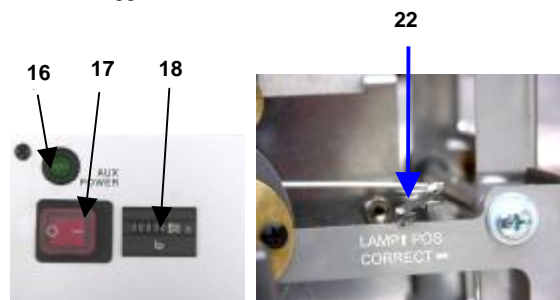
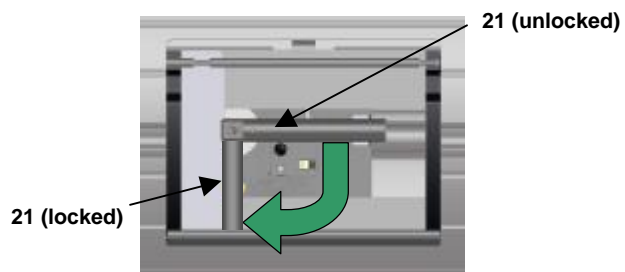

Bild 3 / Picture 3
Bild 4 / picture 4
Lampenwechsel / Einsetzen der Lampe (Bild 3+4):
- Betätigen Sie den Verschlusshebel (15) des Schutzglases und schwenken Sie diese vorsichtig bis zum Anschlag.
- Die Seitenklappe (5) öffnet sich durch Drücken des Öffners (19) am Rückteil und gibt den Lampenklemmhebel (21) frei.
- Durch Drehen des Lampenklemmhebels nach hinten, gegen den Uhrzeigersinn (siehe Bild 4), wird die Lampenklemmung wie auch die Lampenhalterung geöffnet und die Lampe (12) kann nach vorn aus dem Scheinwerfer genommen werden.
- Die einzusetzende Lampe (12) nur mit Handschuhen anfassen (Fingerabdrücke am Glaskolben brennen ein und führen zur Verkürzung der Brenndauer). Reinigungshinweise des Lampenherstellers beachten. Nur Lampen in Scheinwerfer entsprechender Leistung verwenden.
- Anschließend Lampe (12) vorsichtig von vorn durch den Reflektor (13) in die Lampenfassung einbringen. Ein Lampenindikator (22, Bild 3) zeigt an, ob die Lampe ausreichend in die Fassung eingebracht ist. Achten Sie auch auf den zentrischen Sitz der Lampe im Reflektor.
- Fixieren Sie die Lampe durch Drehen des Lampenklemmhebels (21 siehe Bild 4) nach unten.
- Schließen Sie die Seitenklappe (5) zum Lampenklemmhebel.
- Anschließend Schutzglas (10) zurückschwenken und im Verschlusshebel (15) einrasten lassen (hörbares Klicken).
- Achten Sie darauf, dass bei Betrieb des Scheinwerfers die grüne LED (16) (auxiliary power) leuchtet. Diese zeigt den normalen Betrieb der erforderlichen Ventilatoren im Scheinwerfer an.